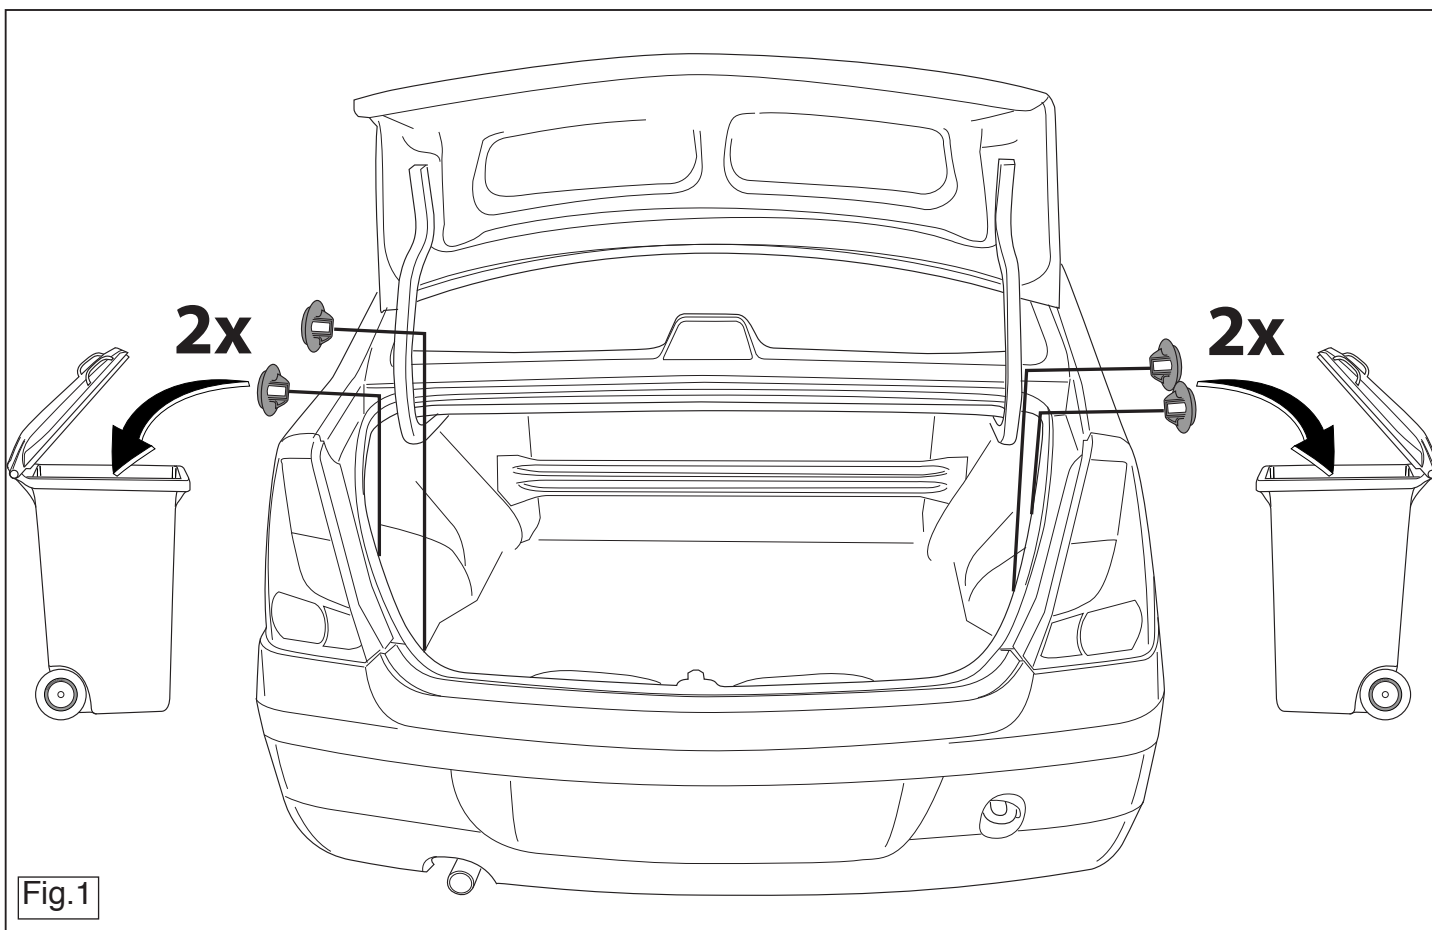

Fig.1
4. Enlever les bouchons en caoutchouc à l'emplacement des points indiqués (voir la fig.1).
3. Bei den Berührungspunkten der Anhängervorrichtung mit dem Fahrzeug den vorhandenen Kitt oder das Wachs entfernen (siehe Abb. 1).
4. Avlägsna gummikåporna vid de markerade punkterna (se fig. 1).
4. Fjern gummikapslerne ved de markerede punkter (jævnfør fig. 1).
4. W oznaczonych miejscach usunąć gumowe nakładki (patrz rys. 1).